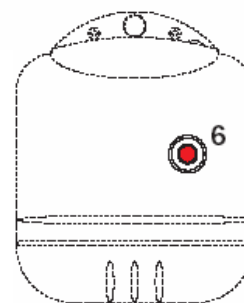

Рис. 1
При кратком нерабочем периоде просто поверните выключатель **5** (Рис. 1) на панели управления в положение "0". При длительном нерабочем периоде наряду с этим должен быть закрыт вентиль (кран) подачи топлива. При длительном нерабочем периоде в зимний период, во избежание замерзания системы, добавьте в систему специальный антифриз или полностью осушите систему.
- a** – Блокировка горелки, сигнализируемая соответствующей лампочкой **6** (Рис. 1). Смотрите инструкция к горелке.